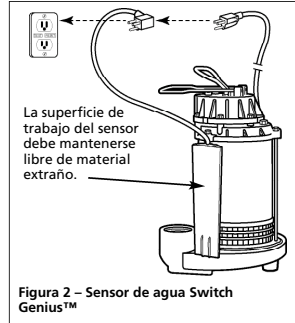

Figura 2 – Sensor de agua Switch Genius™
4. Es necesario verificar mensualmente el funcionamiento correcto de la bomba. Es posible verificar que la bomba funcione correctamente desconectando brevemente el cordón de alimentación de la bomba de la parte de atrás del sensor de agua y enchufándolo directamente en el tomacorriente conectado a tierra. Bajo estas condiciones, la bomba trabaja en forma continua. Una vez comprobado el funcionamiento de la bomba, vuelva a enchufar el cordón de alimentación de la bomba en la parte de atrás del enchufe del sensor de agua (ver Figura 2).
5. Limpie regularmente la superficie del sensor de agua para impedir que depósitos de sedimento u otros materiales se acumulen en la superficie del sensor (ver Figura 2).
3. Enchufe el cordón de alimentación de la bomba directamente en la parte de atrás del enchufe del cordón del sensor de agua (Figura 2).